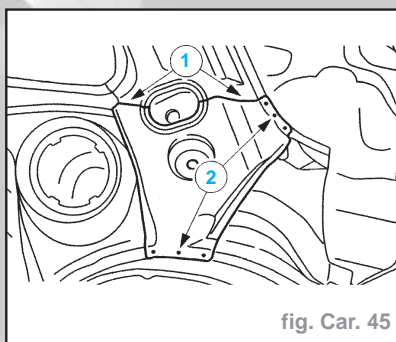

fig. Car. 45
- Découper le renfort du montant **C** (fig. Car. 45) :
- Procéder à une découpe approximative (1).
- Fraiser les points de soudure (2).